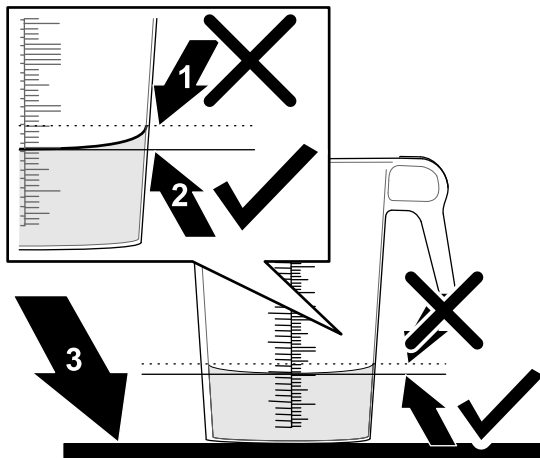

Figura 45
6. Ponga el recipiente graduado en una superficie nivelada y observe el volumen de fluido (Figura 45).